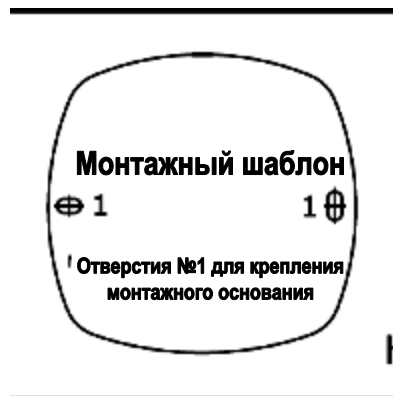

Рис. 2.1. Монтажный шаблон
2. Просверлите отверстия под шурупы и кабели в потолке (при необходимости) в соответствии с монтажным шаблоном, как показано на Рис. 2.1.